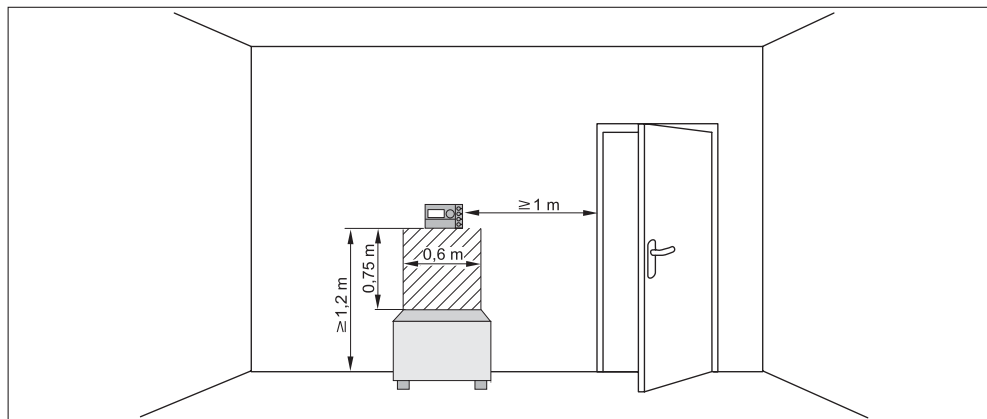

Рис. 1 Минимальные интервалы для монтажа в референтном помещении
- Положение при монтаже на внутренней стене (рисунок 1)
- Оставьте свободное пространство (рисунок 1, заштрихованная поверхность) под пультом управления (для правильного измерения температуры).